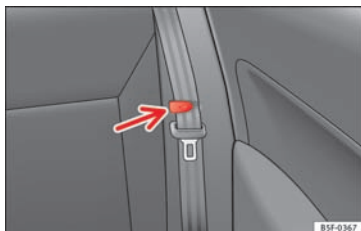

Fig. 148 Holder til sikkerhedssele
- Fastgør sikkerhedsselerne til de yderste bagsædepladser i holderne til sikkerhedsselerne »» Fig. 148.